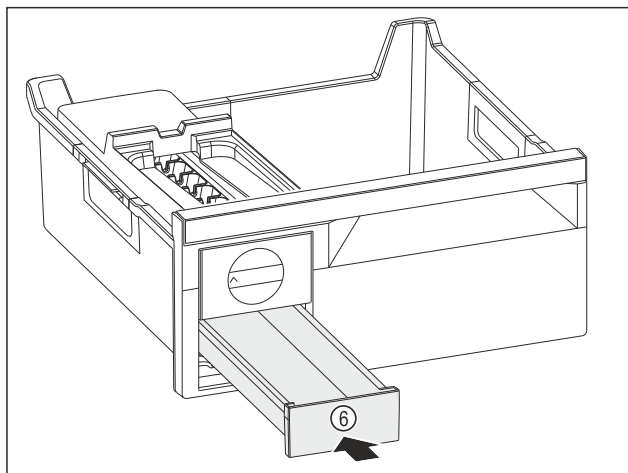

Fig. 141
- ▶ Zásuvku na kostky ledu Fig. 141 (6) zasuňte.